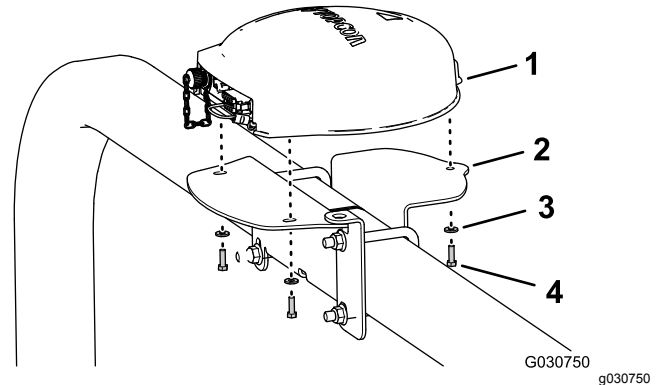

Figura 145
4. Alinee los 3 orificios roscados de la base del receptor de navegación con los 3 orificios del soporte del receptor (Figura 145).
5. Monte el receptor en el soporte (Figura 145) con 3 pernos de cabeza hexagonal (5 x 16 mm) y 3 arandelas (5 mm).